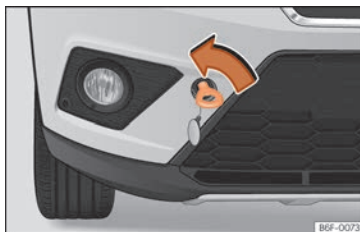

Abb. 98 Vorderer Stoßfänger rechts: Eingeschraubte Abschleppöse
- Schrauben Sie die Abschleppöse bis zum Anschlag nach *links* in Pfeilrichtung ein »» **Abb. 98**.